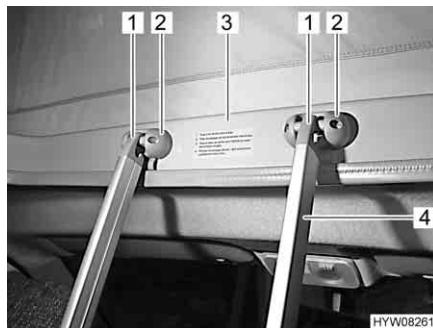

Fig. 33 Scaletta di accesso
**Scaletta di accesso** Per accedere al letto sul tetto a soffietto utilizzare sempre la scaletta di accesso (Fig. 33,4) montata di serie.
**Agganciare:** ■ Agganciare la scaletta con i due archetti (Fig. 33,1) nelle graffe (Fig. 33,2) del telaio (Fig. 33,3) del tetto a soffietto.